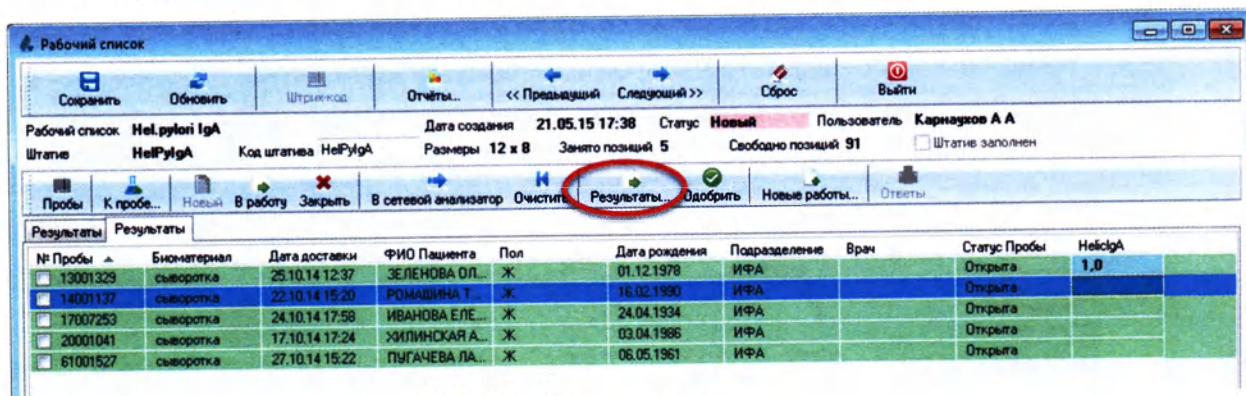

Рисунок 6.34
3. Если результаты для всех проб одинаковые, используйте групповой ввод результатов. Для этого нажмите кнопку «Результаты» (Рисунок 6.34):